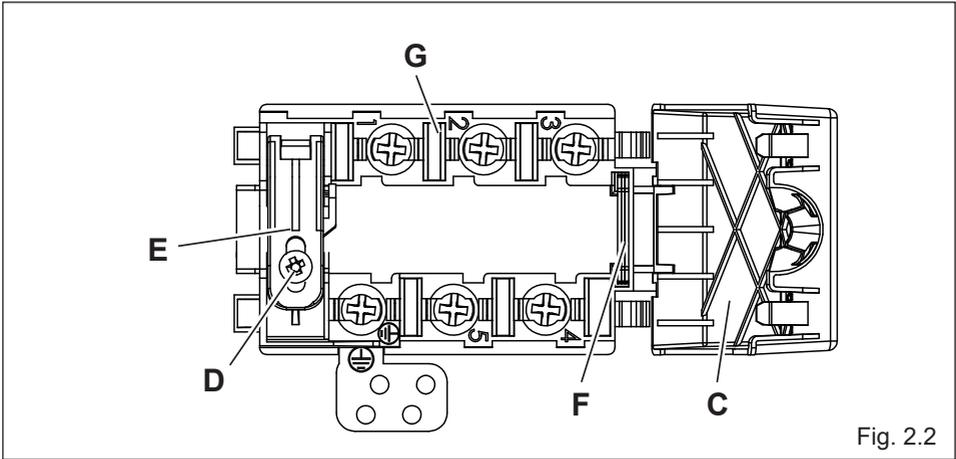

Fig. 2.2
- Dévisser la vis "D" et ouvrir complètement le serre-câble "E" (fig. 2.2).
- Placer les bornes "F" sur la boîte à bornes "G" (figs. 2.2) suivant les schémas sur la fig. 2.3